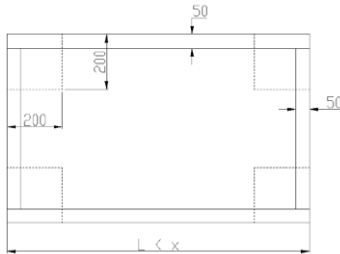
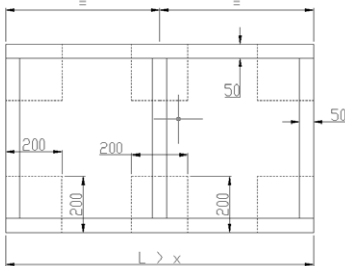

Rys. Nr 14 Centrala na narożach fundamentowych
Rys. Nr 15 Centrala na narożach fundamentowych ze środkowym wzmocnieniem
- a) dla central (małe gdzie mogą wystąpić stopki) powierzchnia podparcia nie może być mniejsza niż 200x200 i usytuowana we wszystkich miejscach występowania tych elementów Rys. Nr 14, Rys. Nr 15.